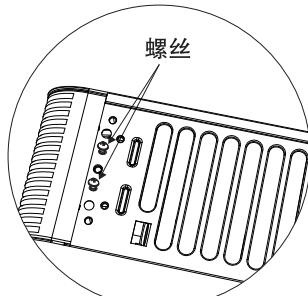

图1
- 2、按图1使用螺丝刀取下机体左右两端相同位置上面的4颗螺丝，注意不要丢弃螺丝。
用图1步骤取下的螺丝将脚架固定住